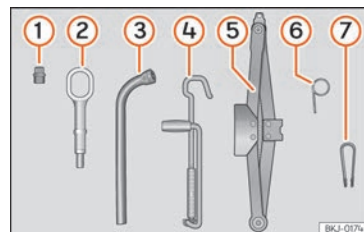

Fig. 69 Dans le coffre à bagages, sous le revêtement du plancher de chargement : outillage de bord.
- Accrochez le crochet métallique (outillage de bord » » fig. 69 ⑥) dans l'un des évidements de l'enjoliveur central de roue.